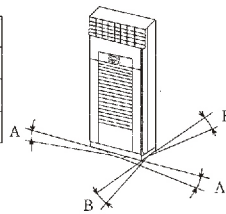

图2 最大基础梯度
- 确保基础平坦、水平并足够结实，遵照图2所示基础最大梯度的规定。